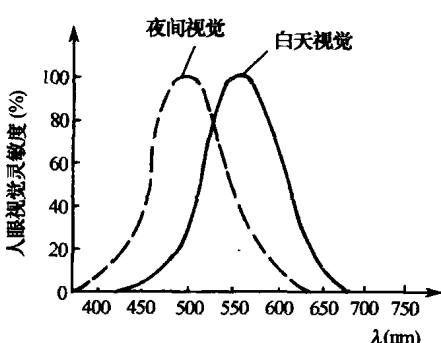

图 1-2 人眼视觉亮度与波长的关系
(1)亮度:用字母Y表示,它是指彩色光作用于人眼时引起人眼视觉的明亮程度。它与彩色光的强弱有关,而且与彩色光的波长有关。彩色光线的波长一定时,光线越强,亮度越大;光强度一定时,波长为 $550\text{nm}$ 左右的绿光产生的亮度越强;随着波长的增加或减小,彩色光的亮度也逐渐减小,直到为零,如图1-2所示。